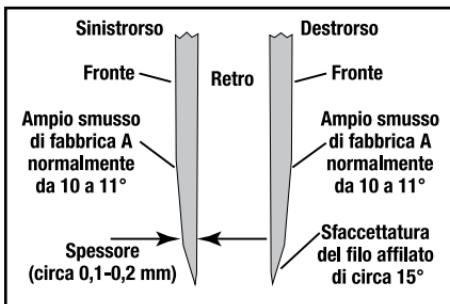

Figura 10. Sezione trasversale di una lama asiatica tradizionale bisellata da un solo lato che sono più sottili e affilate soprattutto su un lato.
I coltelli giapponesi tradizionali come la lama per il sashimi hanno un solo lato e hanno un grande bisello di fabbrica (Bisello A, Figura 10) da un lato della lama. Ci sono un gran numero di produttori di coltelli di questo tipo, ampiamente utilizzato per preparare il sashimi. Il bisello di fabbrica (Bisello A) è comunemente molato a circa 10 gradi, ma ci sono eccezioni poiché quell'angolo non è standardizzato nelle fabbriche. I disegni dei coltelli tradizionali giapponesi e la struttura dettagliata dei taglienti varia altrettanto considerevolmente da un produttore all'altro,
Prima di iniziare ad affilare una lama tradizionale giapponese, esaminare con attenzione al fine di verificare che si abbia la tradizionale lama a bisello singolo e determinare se si è destrimani o mancini come descritto nella Figura 10. È fondamentale seguire con attenzione la procedura e la sequenza di affilatura come descritto di seguito, al fine di realizzare il filo ottimale sulla vostra lama tradizionale.
In questo esempio, che presuppone che la vostra lama tradizionale sia per i destrimani, si deve affilare solo nella fessura a sinistra dello Stadio 1 **Acciaio**. Il numero di passate che sarà necessario fare dipende dall'angolo di fabbrica del Bisello A (Figura 10 e 11) e da quanto smussata potrebbe essere la vostra lama. Eseguire da cinque (5) a dieci (10) passate (1-2 secondi ogni due centimetri) nella solo fessura di sinistra dello Stadio 1 e quindi verificare la presenza di bava lungo l'intero lato posteriore del bordo della lama. (La bava creatasi nello Stadio 1 sarà poca, ma può essere sentita come mostrato nella Figura 9). Assicurarsi che la bava sia presente lungo tutta la lunghezza del bordo. Nel caso non ci sia nessuna bava o solo una bava parziale continuare a fare passate aggiuntive tutte nella fessura di sinistra circa cinque (5) alla volta e controllare se vi è la presenza di bava dopo ogni gruppo di cinque (5) passate. In generale